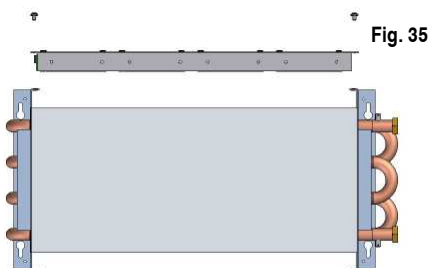

Fig. 35
1. Prima di fissare il corpo al muro, rimuovere le quattro viti dalla parte superiore che supportano il KIT HE delle ventole (fig. 35).
2. Rimuovere anche il supporto della sonda ambiente togliendo le due viti (fig. 35).